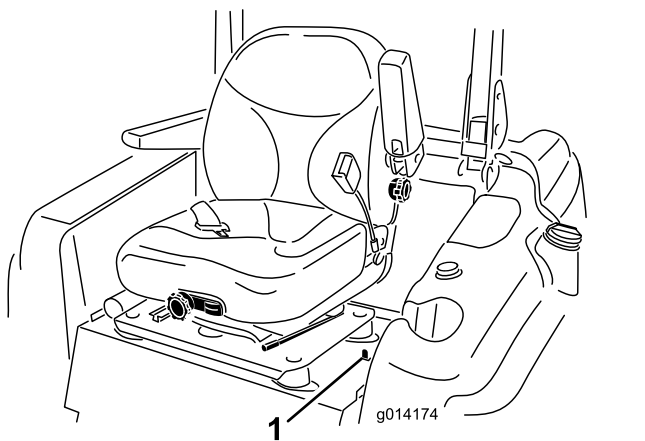

Bild 17
1. Bewegen Sie den Hebel auf der linken Seite des Sitzes nach hinten, um den Sitz zu entriegeln, und ziehen Sie den Sitz oben nach vorne (Bild 17).